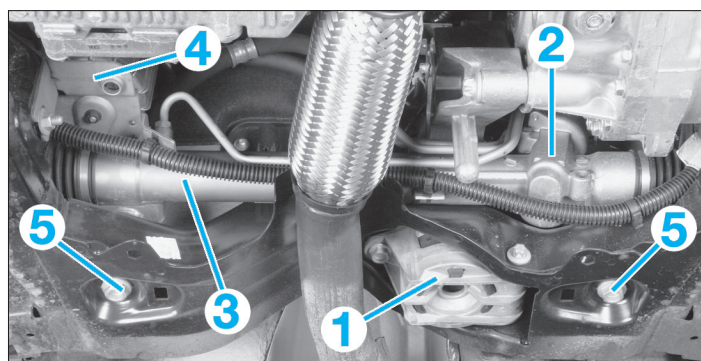

FIG. 13
- le support arrière (1) de boîte de vitesses sur le berceau (fig. 13).